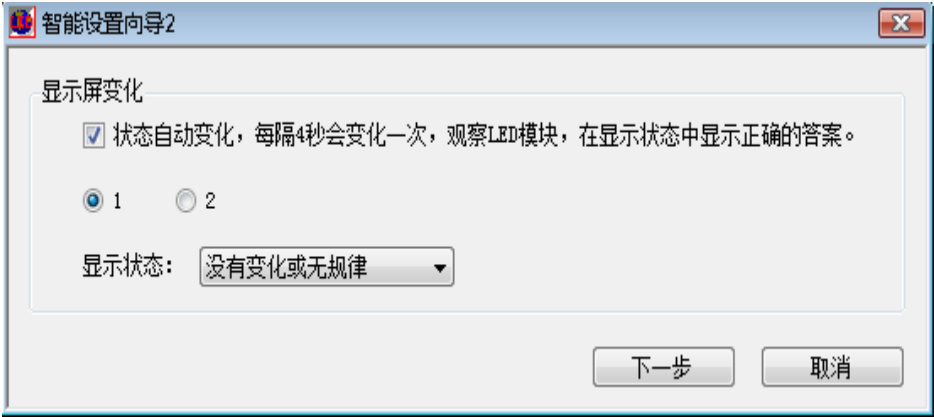

图 20
5. 实际灯条的连接方完成对颜色和坐标的设置后，你点击“下一步”按钮，即将进入智能设置向导 2 的设置，如图 20 所示，以后的设置就和 LED